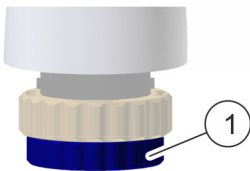

Abb. 69: Arretierung entfernen
2. → Arretierung (Abb. 69) aufdrehen und von Stellantrieb abnehmen.